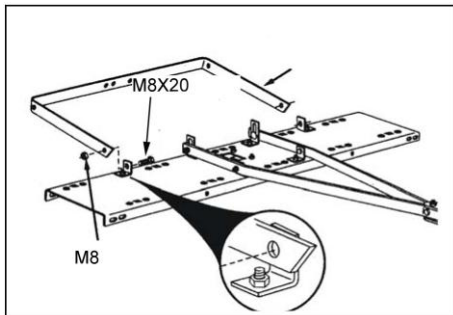

Figur 3
4. Fest draarmene på utsiden av de to små fremre vinkelfestene med to bolter (M8x20) og låsmuttere (M8). Dra ikke til de helt enn. Fest siden draarmene på utsiden av de to store vinkelfestene med to bolter (M8x20) og to muttere (M8), se figur 3. Dra ikke til helt enn.